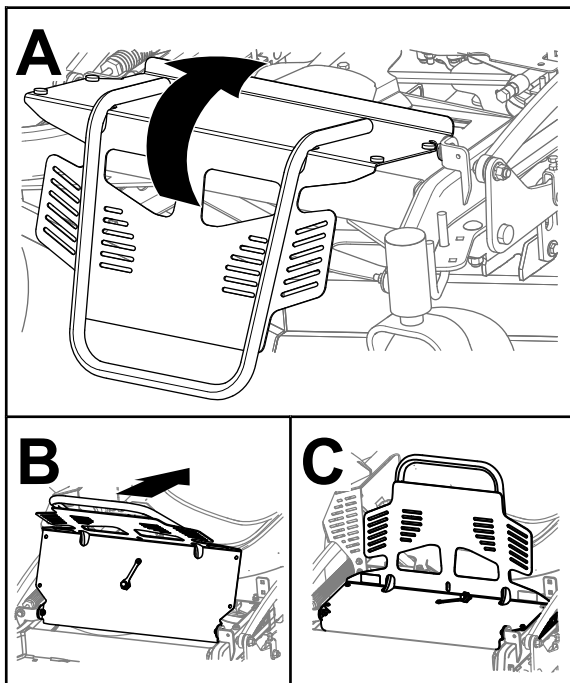

Bild 23
1. Drehen Sie den Motorschutz nach hinten, wie in Bild 23 dargestellt.